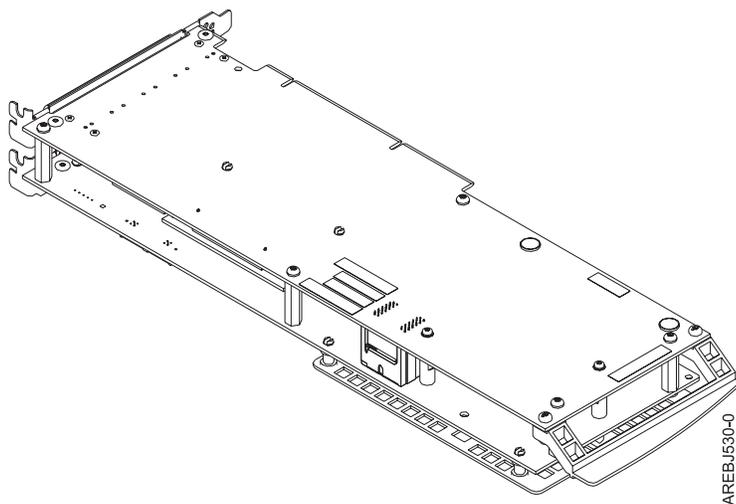

Figura 32. Adaptador del conjunto de la tarjeta 572F/575C
2. Coloque el adaptador de conjunto de la tarjeta 572F/575C en una superficie protectora contra descarga electrostática y oriéntela según se muestra en Figura 32.